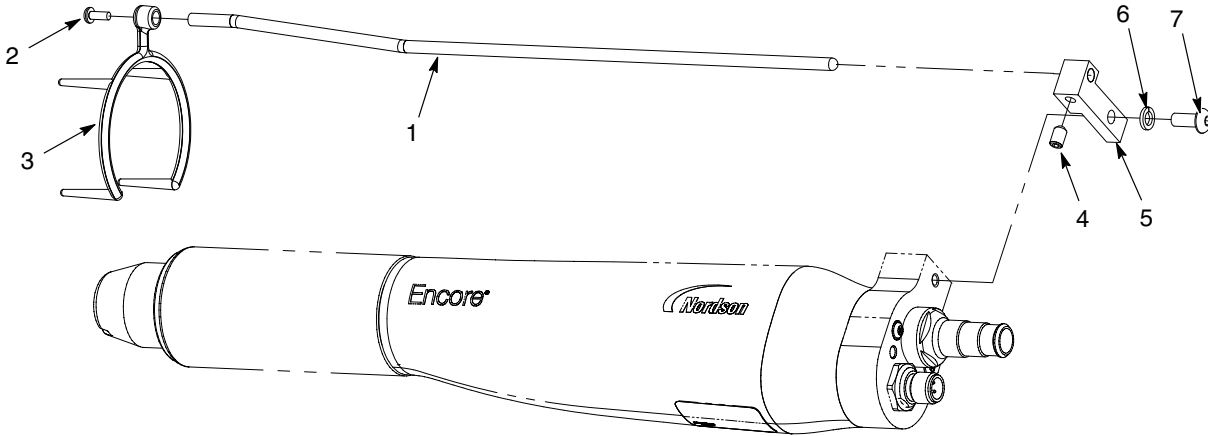

Abb. 1 Ionensammler installieren
1. Siehe Abb. 1. Die Halterung (5) mit M5 Unterlegscheibe und Schraube (6, 7) an der Pistole installieren.
2. Den Sammelstab (1) in die Halterung stecken und mit der M5 x 8 Halteschraube (4) befestigen.
3. Die Mehrfachspitze (3) auf die Düsenmutter schieben und mit der M3 Schraube (2) am Sammelstab befestigen.
Siehe Abbildung 1 zu Positionsnummern.